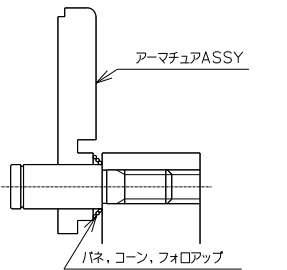

図6
- ・アーマチュアASSYをピン,ドライブにはめ込んでください。(図6)